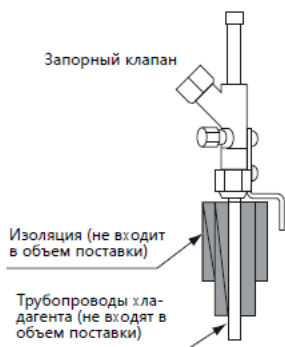

Рис.12.2. Изоляция на трубах
- Заизолируйте трубопроводы хладагента, как показано на рис. 12.2.